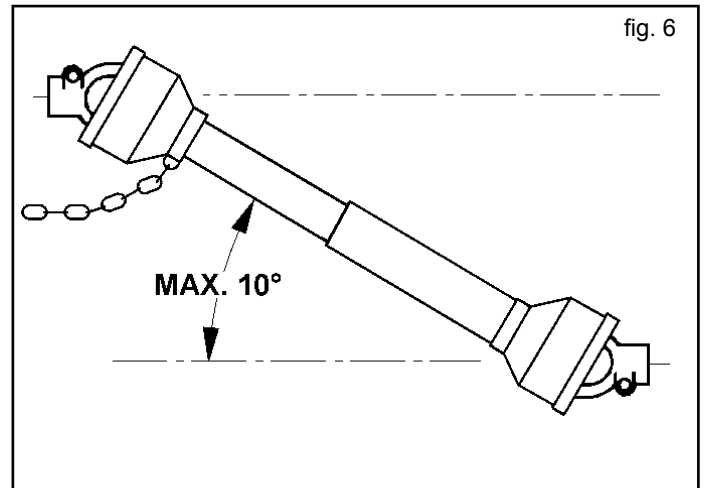

fig. 6
- 12) Desactivar, siempre, la toma de fuerza cuando el árbol cardán realiza un ángulo demasiado abierto (nunca por encima de los 10 grados - Fig. 6) y cuando no se utiliza.